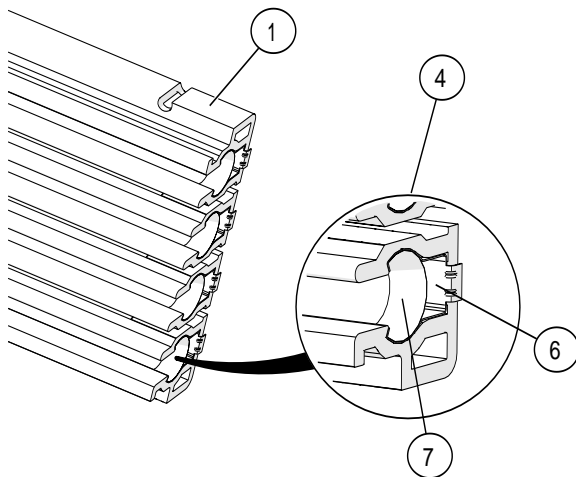

Abb. 14: Detailansicht Buchsenseite
- Verbinderkammer im Aufnahmebereich für den Verbinderstift (Buchsenseite) vorhanden und in der richtigen Position ist (siehe Abb. 14, Pos. 6).